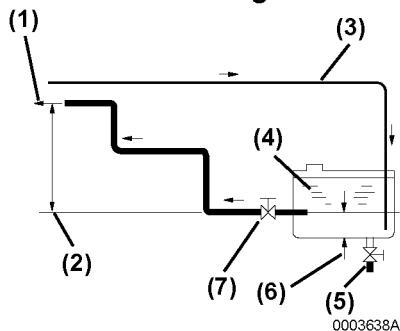

Abbildung 1
Dargestellt ist ein typisches Beispiel für eine Kraftstoffanlage. Die Kraftstoff-Zulauf- (**Abbildung 1, (2)**) und Rücklauf- (**Abbildung 1, (4)**) leitungen sind mit den Motoranschlüssen verbunden.